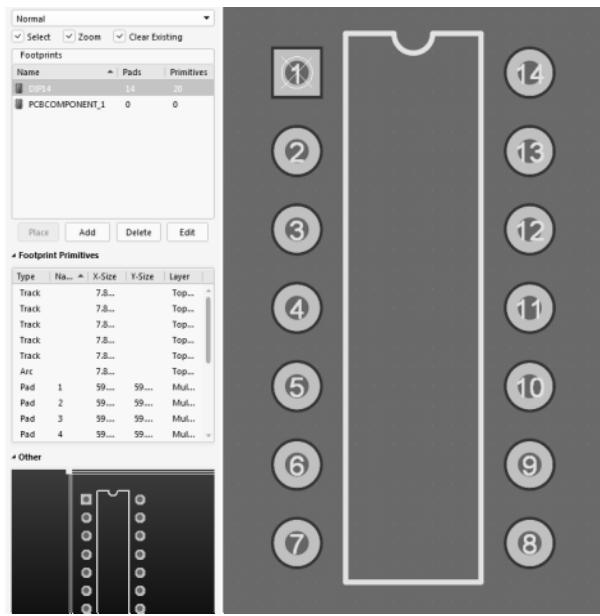

图 6-9 创建好的 DIP14 封装
(4) 单击“Finish”按钮，DIP14 封装创建完成，如图 6-9 所示。